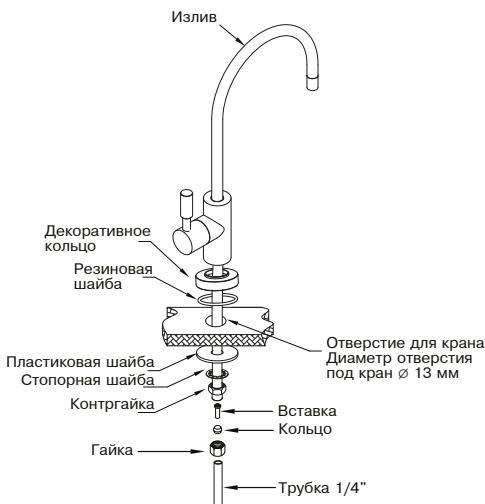
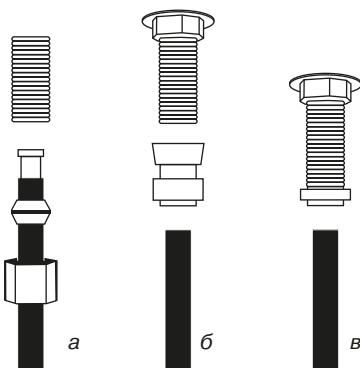

Рис. 8
Рис. 9
Монтаж крана чистой воды производите согласно **рис. 8**. Мы рекомендуем не затягивать гайку (см. **рис. 8**) до завершения монтажа и проверки работоспособности системы, чтобы была возможность убедиться в отсутствии подтекания воды в месте соединения корпуса крана и резьбовой трубы. В комплекте с краном чистой воды может поставляться набор деталей для осуществления соединения с трубкой, либо кран чистой воды может иметь в своем составе быстроразъемный коннектор. На **рис. 9а, б, в** приведены возможные способы подключения синей трубы к крану чистой воды.
8. Откройте кран подачи воды (B). Включите электропитание, если в системе присутствует насос.
10. Через пять минут вода начнет капать из крана чистой воды (A). Дайте воде капать в течение 10 мин., после чего закройте кран чистой воды (A). Через несколько минут вода перестанет поступать в дренаж из черной трубы. Теперь в системе установилось максимально возможное давление чистой воды. Еще раз потяните трубы для проверки соединения.
11. Откройте кран бака (C), повернув его на 90° — начнется процесс заполнения бака. Это займет несколько часов в зависимости от входного давления воды.
12. После заполнения бака (вы услышите, что вода больше не течет в дренаж и насос (если есть) не работает) откройте кран чистой воды (A) и дождитесь, пока вся вода не вытечет.
13. Закройте кран чистой воды (A). Дайте баку наполниться во второй раз. Этот процесс займет около 2 часов. Затем слейте воду из бака.
17. Убедитесь в отсутствии протечки внизу корпуса крана чистой воды, затяните гайку крана (**рис. 8**).